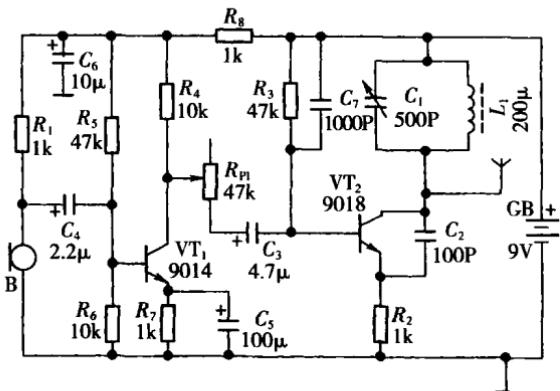

图 1-2 调幅音频发射电路
单元电原理图是电子产品整机电原理图中的一部分,并不单独构成一张图。在一些书刊中,为了给分析某一单元电路的工作原理带来方便,将单元电路单独画成一张图纸。下面我们通过图 1-2 所
示调幅音频发射电路图的例子,作进一步的说明。调幅音频发射电路其发射频率可在 500~1600 kHz 调整, C_1 、 C_2 、 L_1 、 VT_2 组成调幅振荡器电路,振荡频率可以通过调整 C_1 的电容量来调整。音频信号经过 VT_1 及其外围元件组成的放大电路放大后,再经过 R_{P1} 、 C_3 耦合到 VT_2 基极,与 VT_2 振荡器产生的载波叠加在一起后通过发射天线将音频信号发射出去。发射天线可以用一根 1 m 左右的金属导线代替,元器件参数见图 1-2。
(1)图形符号:图形符号是构成电路图的主体。在图 1-2 所示图中,各种图形符号代表了组成调幅音频发射电路的各个元器件。例如,小长方形“□”表示电阻器,两道短杠“—”表示电容器,连续的半圆形“~~”表示电感器等。各个元器件图形符号之间用连线连接起来,就可以反映出调幅音频发射电路的结构,即构成了调幅音频发射电路的电路图。
(2)文字符号:文字符号是构成电路图的重要组成部分。为了进一步强调图形符号的性质,同时也为了分析、理解和阐述电路图的方便,在各个元器件的图形符号旁,标注有该元器件的文字符号。例如在图 1-2 中,文字符号“R”表示电阻器,“C”表示电容器,“L”表示电感器,“VT”表示晶体管等。在一张电路图中,相同的元器件往往
有许多个,这也需要用文字符号将它们加以区别,一般是在该元器件文字符号的后面加上序号。例如在图 1-2 中,电阻器分别以“ R_1 ”、“ R_2 ”等表示,电容器分别标注为“ C_1 ”、“ C_2 ”、“ C_3 ”等,晶体管分别标注为“ VT_1 ”、“ VT_2 ”。
(3)注释性字符:注释性字符用来说明元器件的数值大小或者具体型号,通常标注在图形和文字符号旁,它也是构成电路图的重要组成部分。例如图 1-2 中,通过注释性字符即可以知道:电阻器 R_1 的阻值为 $1\text{k}\Omega$, R_2 的阻值为 $1\text{k}\Omega$;电容器 C_1 的电容值为 500pF , C_2 的电容值为 100pF , C_3 的电容值为 $4.7\mu\text{F}$;晶体管 VT_1 、 VT_2 的型号分别为 9014、9018 等。注释性字符还用于电路图中其他需要说明的场合。由此可见,注释性字符是分析电路工作原理,特别是定量地分析、研究电路工作状态所不可缺少的。